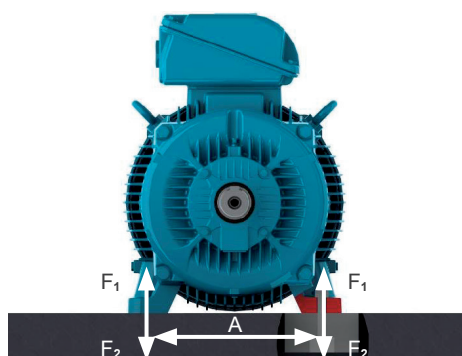

Figura 6.3: Motor instalado sobre base de concreto
Os esforços do motor sobre a fundação podem ser calculados pelas equações (ver Figura 6.3 na página 187):
- Bases metálicas: mais comuns para motores de pequeno porte (ver Figura 6.3 na página 187).